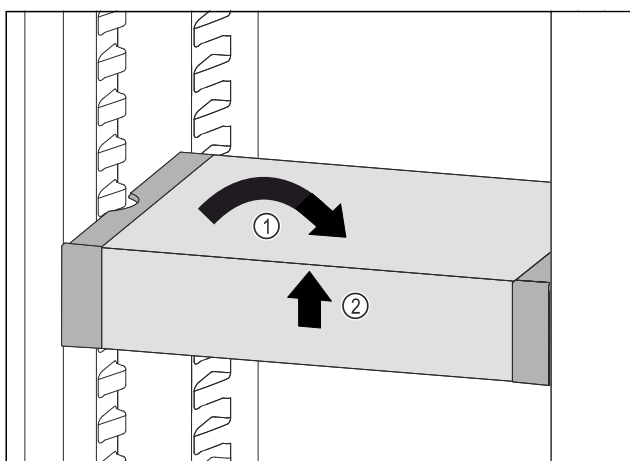

Fig. 90
- Установите VarioSafe прямо. Fig. 90 (1)
- Приподнимите VarioSafe спереди. Fig. 90 (2)